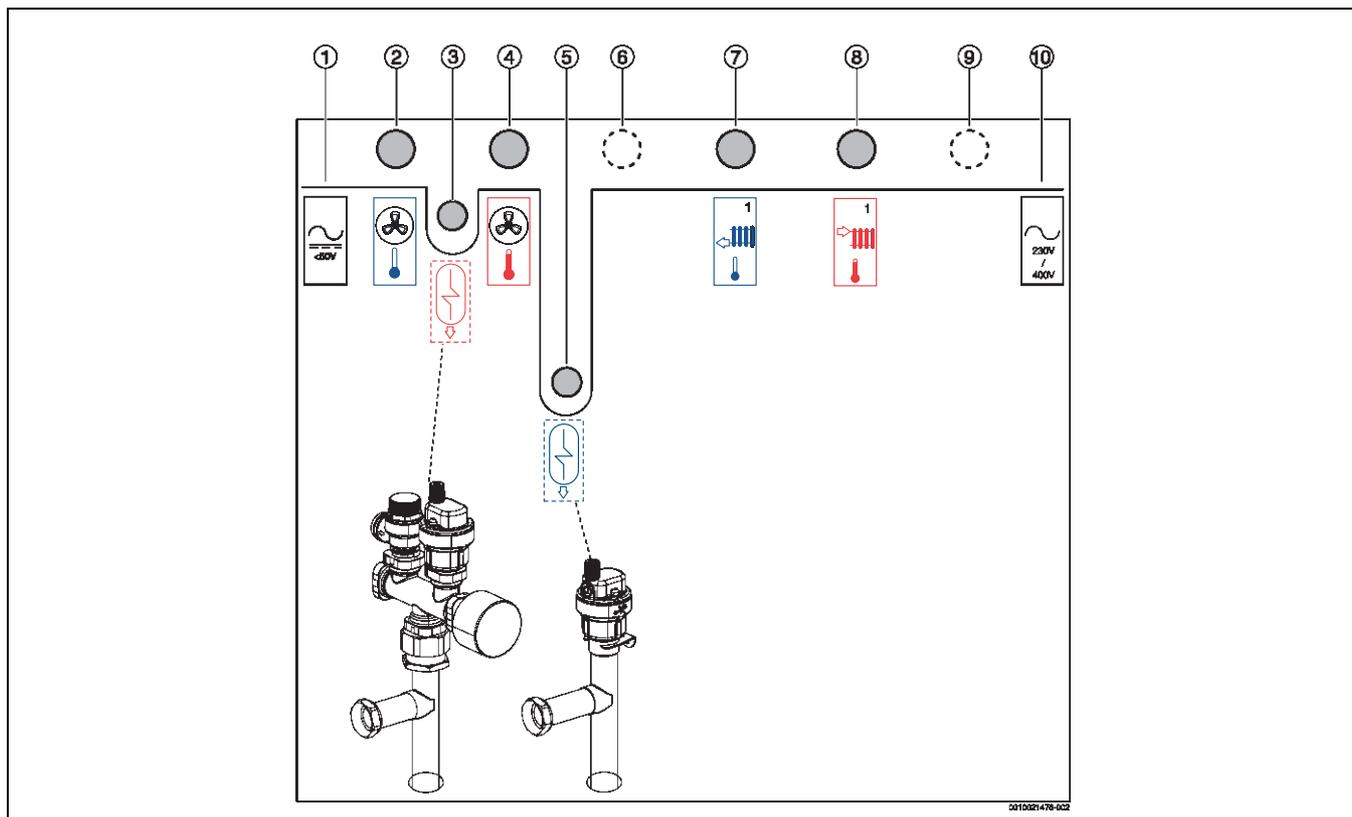
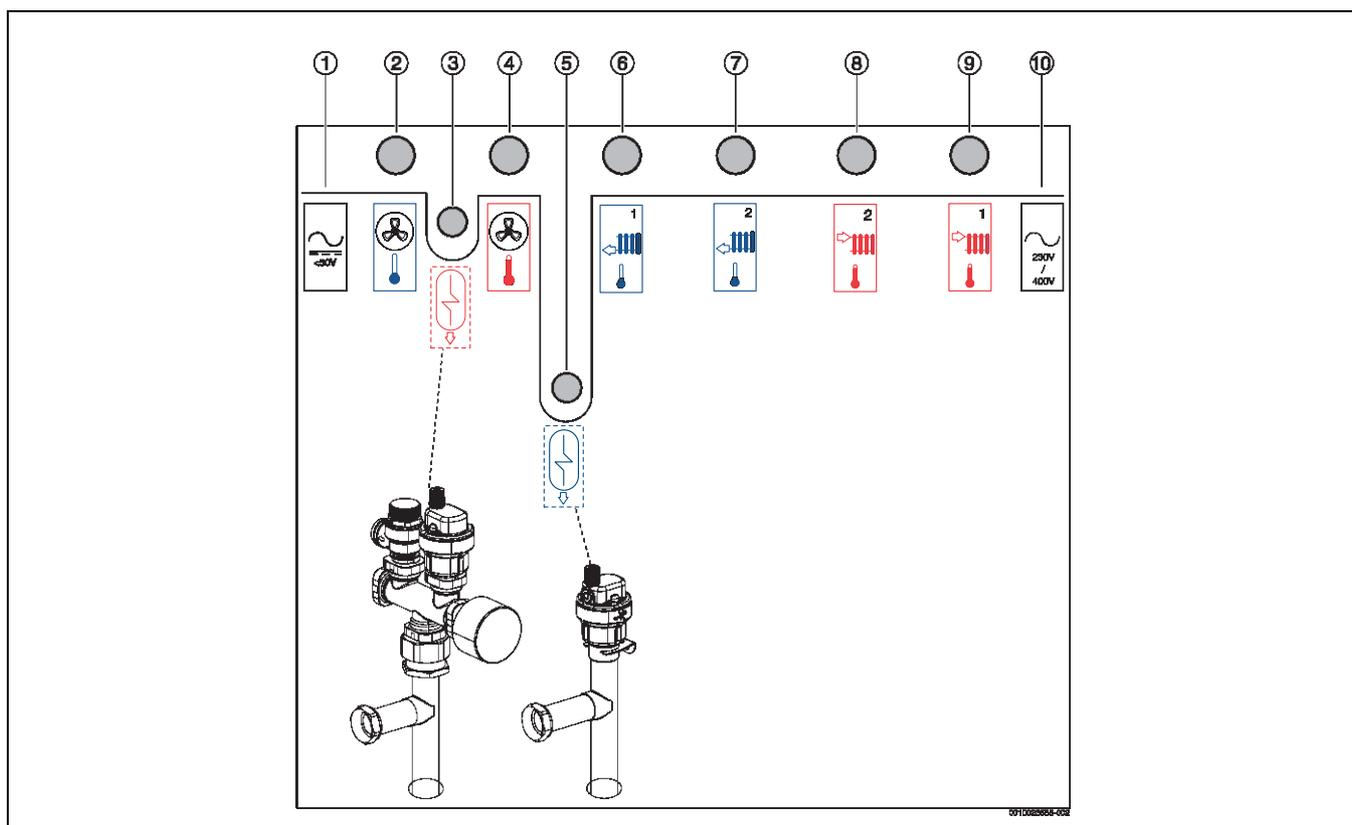

Bild 125 Anschlüsse der Inneneinheit mit ungemischtem Heizkreis
Bild 126 Anschlüsse der Inneneinheit mit zwei Heizkreisen (1 gemischter, 1 ungemischter)
**Legende zu Bild 125 und Bild 126:**